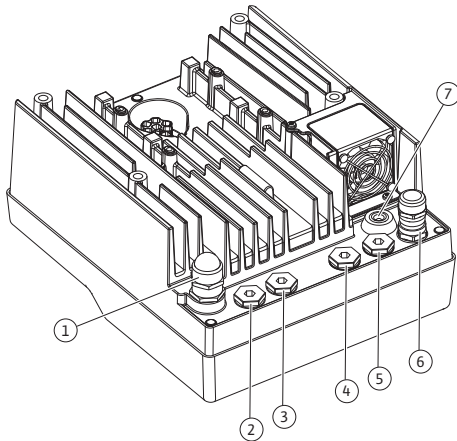

Fig. 18: Кабельні нарізні з'єднання/кабельні вводи
4. Проведіть під'єднувальний кабель через кабельне нарізне з'єднання M25 (Fig. 18, поз. 1). Затягніть кабельне нарізне з'єднання з передбаченим крутним моментом.